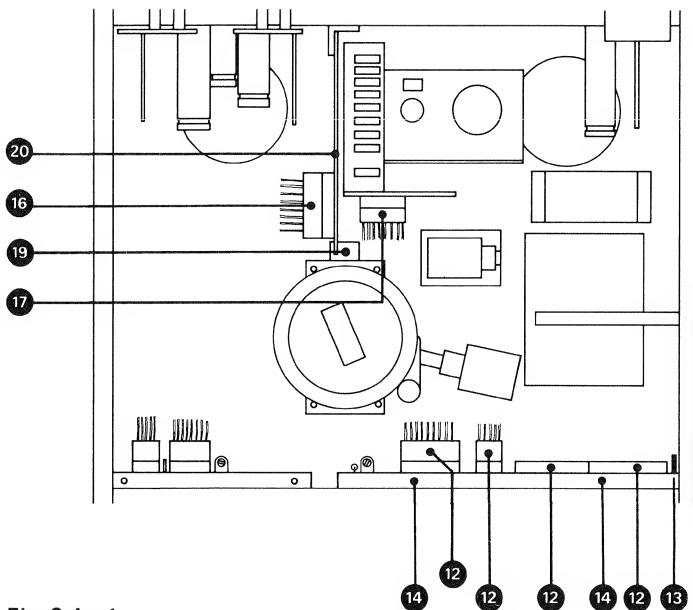
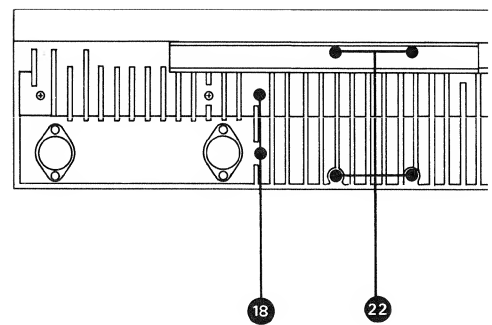

Fig. 2.4.-1
Fig. 2.5.-1
- 2 Steckverbindungen (16) (Fig. 2.4.-1) am Netzteil-print lösen.
- 1 Steckverbindung (17) lösen.
- 2 Schrauben (18) (Fig. 2.5.-1) entfernen (beim Einbau auf unterschiedliche Länge achten: lange Schraube – dicker Guss).
- Befestigungswinkel (19) (Fig. 2.4.-1) des Netzteil-prints vom Chassis lösen. (Beim Zusammenbau auf Masseanschluss achten.)
- 4 Netztrafoschrauben (22) (Fig. 2.5.-1) kreuzweise lösen.
- Disconnect connector (17).
- Remove the 2 screws (18) (fig. 2.5.-1). Note the different lengths when reassembling! long screw-thicker casting.
- Pull out the AMP plug (13) of the grey mains cable from the tape transport control.
- Remove diagonally the 4 screws (22) holding the mains transformer (fig. 2.5.-1).